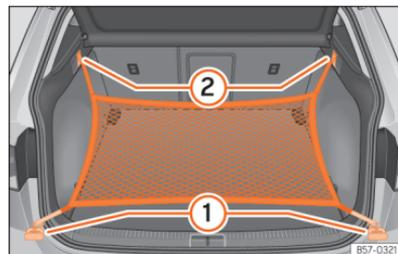

Abb. 173 Im Gepäckraum: Ösen ① und Haken ② zum Einhängen des Gepäckraumnetzes.
Hängen Sie die kurzen Haken des Netzes in die Verzurrösen ein »» (Abb. 173) ① »» ⚠. Der Reißverschluss des Gepäckraumnetzes muss dabei nach oben zeigen.